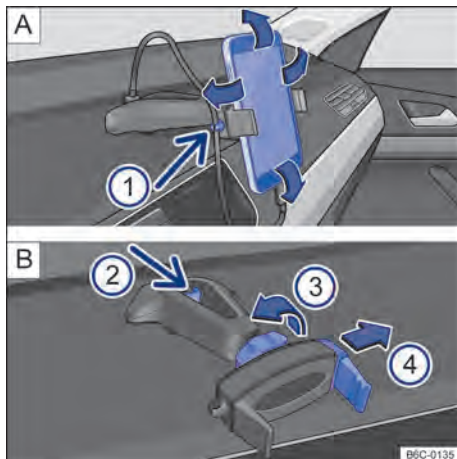

Fig. 171 No console central: suporte para telefone celular e ajustes.
- Segurar o suporte com uma mão e pressionar o botão de destravamento → Fig. 171 [B] ② (seta).
- Com a haste → Fig. 171 [B] ④ deslocar no sentido da seta, e instalar o telefone celular no alojamento.
- Com a outra mão deslocar a haste → Fig. 171 [B] ④ até que seja possível remover o aparelho do alojamento.
- Colocar o cabo USB na entrada carregador USB do suporte existente no painel de instrumentos → Fig. 171 [A].
- Prender o cabo no suporte → Fig. 171 [A] ①.
- Para liberar o movimento do suporte, girar a trava → Fig. 171 [B] ③ no sentido contrário da seta.
- Para fixar a posição, girar a trava no sentido da seta ③ → Fig. 171 [B] até a fixação total do suporte.
O suporte para telefone celular tem garantia de 3 anos, com exceção da haste deslizante (garra) → Fig. 171   que tem garantia de **1 ano**.